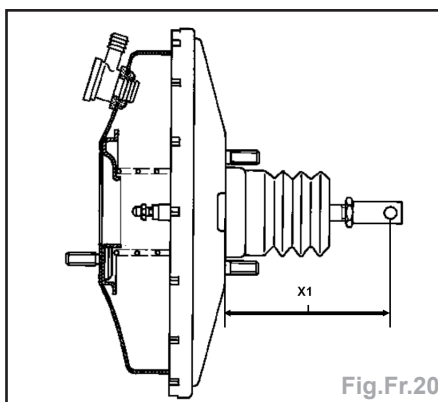

Fig.Fr.20
- Avant remontage, vérifier la cote X1 = 163,7 mm (Fig.Fr.20).